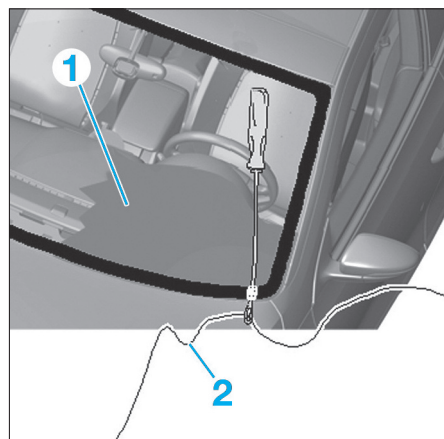

FIG. 1
- Insérer une feuille protectrice (1) entre le pare-brise et le tableau de bord (Fig.1).
- Tirer une extrémité du fil tranchant (2) vers l'intérieur du véhicule en le faisant passer à travers la colle à l'aide de l'alène.